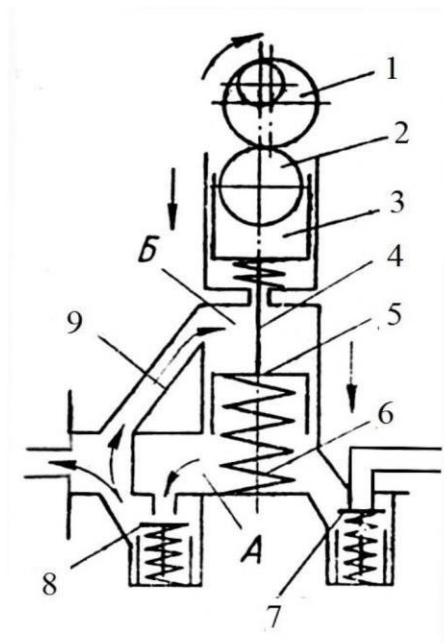

Рис.6 Підкачувальний насос
4. По рис.6 описати роботу паливо підкачувального насоса.